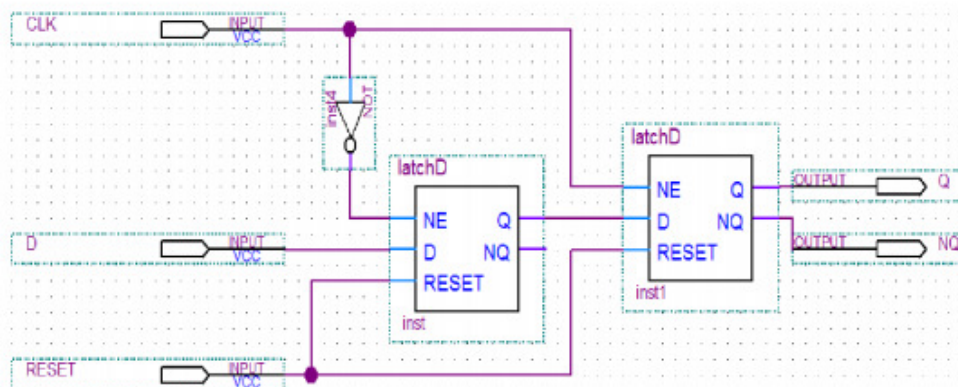

Figura 2: FLIPFLOP D
b) Se eu trocar a borda de descida para de subida na figura 2 o que acontece?